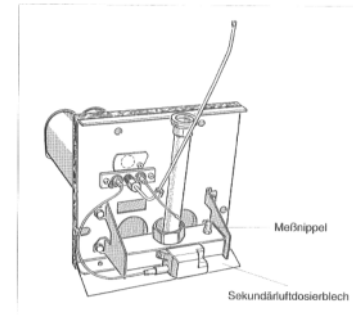

Abb. 46: Sekundärluftdosierblech
- Sekundärluftdosierblech abschrauben und gegen neues austauschen (Abb. 46). Zur Unterscheidung: das Blech für Flüssiggas hat keine Umkantung!